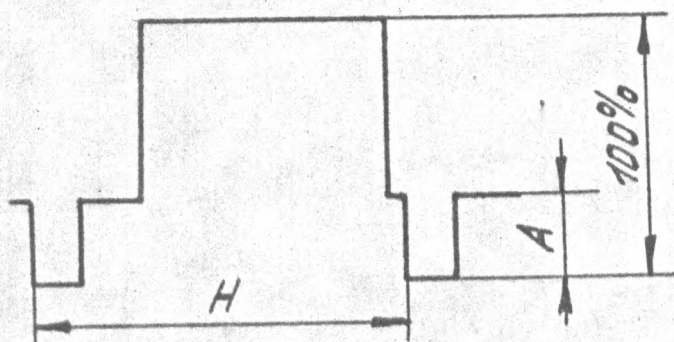

РИС.7.22
7.3.21.3. ПОДКЛЮЧИТЕ ОСЦИЛЛОГРАФ С9-1 К КОНТАКТУ 6 РАЗ'ЕМА АЗ-1ХР2 БВЗ АЗ. УРОВЕНЬ ССП ДОЛЖЕН БЫТЬ $A = (24-30)\%$, КАК ПОКАЗАНО НА РИС.7.22
ВЧ Вых ППУ-ДА1, а осциллограф С9-1 — к видеовыходу демодулятора TR-0771 и резисторами А1.2-Р21, А1.2-Р12 выставьте уровень ССП (27-30)%, как показано на рис. 7.22. При этом размах видеосигнала должен быть $(1 \pm 0,2)$ В.